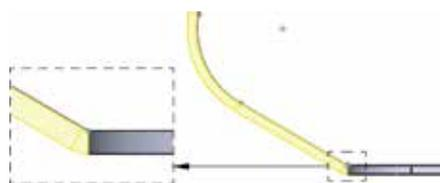

图 5.37 折弯在外
-  (折弯在外) 单选项：用于表示在不改变原有基础钣金的基础上，直接添加一块钣金壁，如图 5.37 所示。